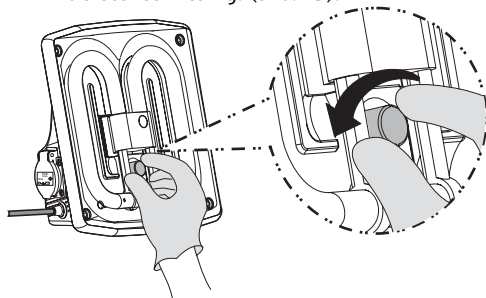

Afb. 17
5.1.5 Monteer de werklamp weer ineen door het beschermingspaneel op haar oorspronkelijke plaats te leggen en de rubberbescherming weer over het paneel te schuiven. Daarna het paneel met de 4 schroeven weer vastschroeven. (afb. 17).